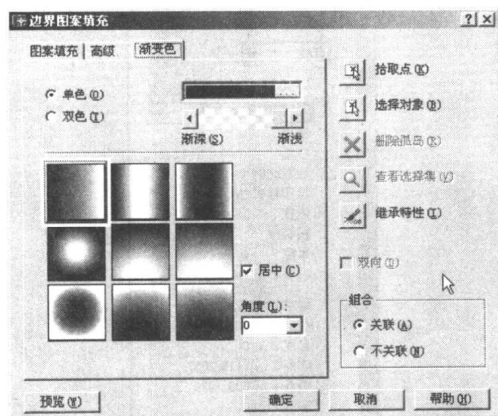

图 1.3 “边界图案填充”对话框
- 渐变填充 可以在实体填充中使用单色渐变填充或双色渐变填充（见图1.3）。可以调整渐变图案，为渐变选择线性过渡、球状过渡或抛物线过渡。使用渐变可以增强演示图形的效果。